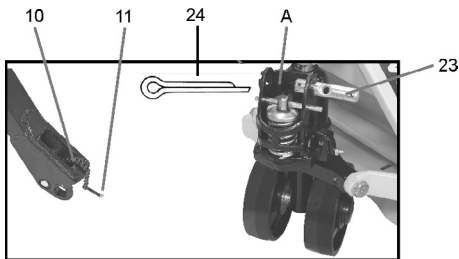

Fig. 3 - Eje del cable
- a. Retire el pasador elástico (DIN94) "24" y remueva totalmente el eje "23". Encaje el cable en la posición "A". Recoloque el eje "23" pasando por el cable y trabe el conjunto recolocando el pasador elástico (DIN94) "24" (fig. 3).